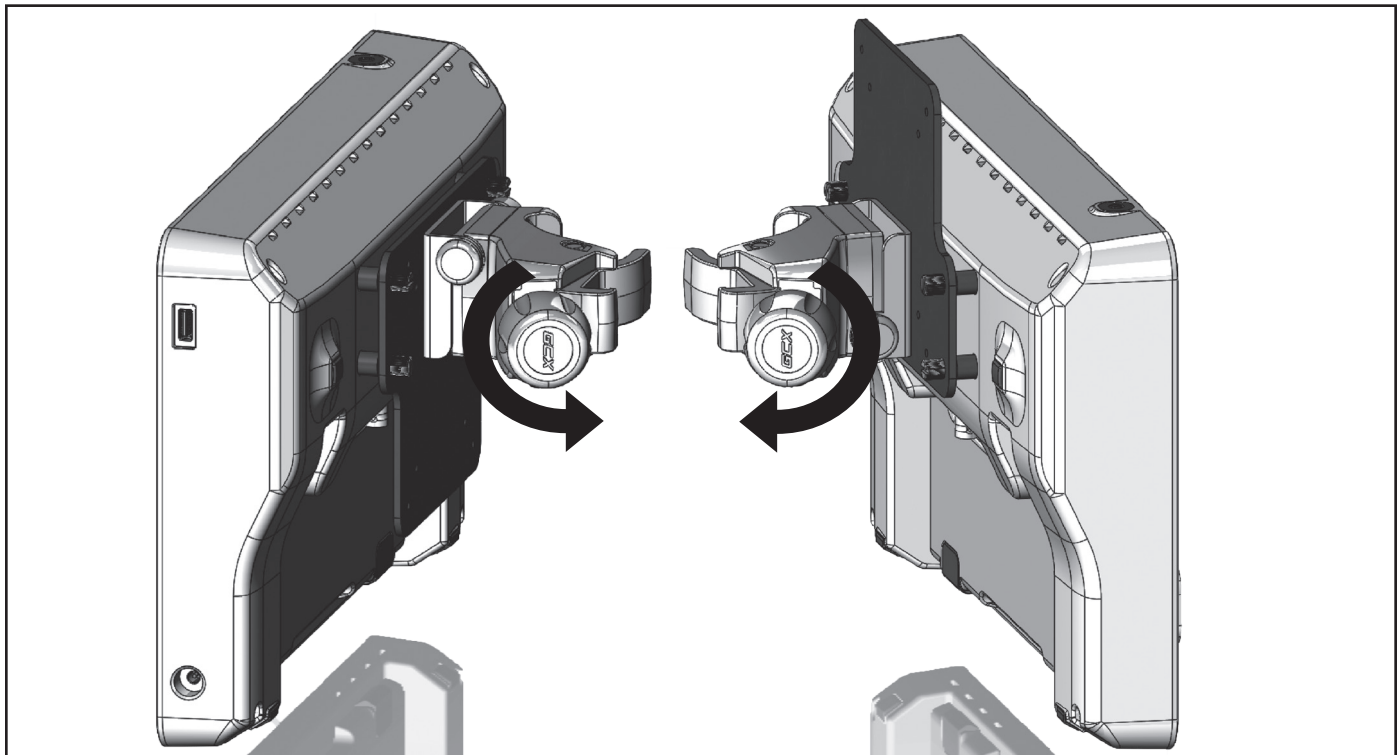

Abbildung 16: Klemme rotieren
5. Drehen Sie den Griff der Klemme (Abbildung 16), um die Klemme zu lösen.